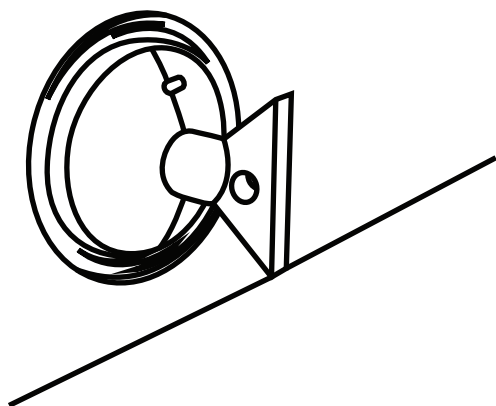

Figure 11
- 2** Fixez le morceau de ventouse en caoutchouc noir, inclus avec votre hotte de cuisine, à la partie en verre extérieure de l'ampoule. Appuyez sur l'ampoule vers l'intérieur. **NE PAS** pousser trop fortement car les «jambes» de l'ampoule pourraient se briser (voir figure 11).